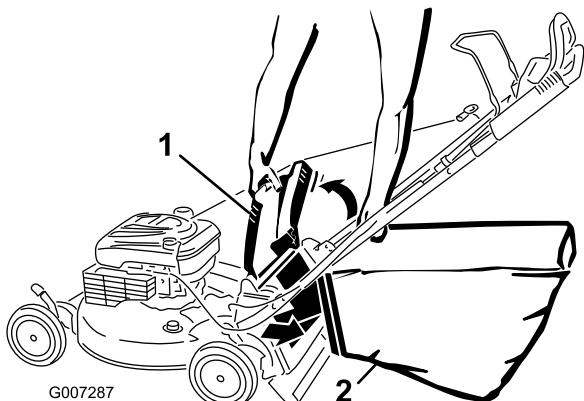

Figura 24
- 4. Appendete il bordo superiore anteriore del cesto di raccolta sulle apposite tacche (Figura 24).